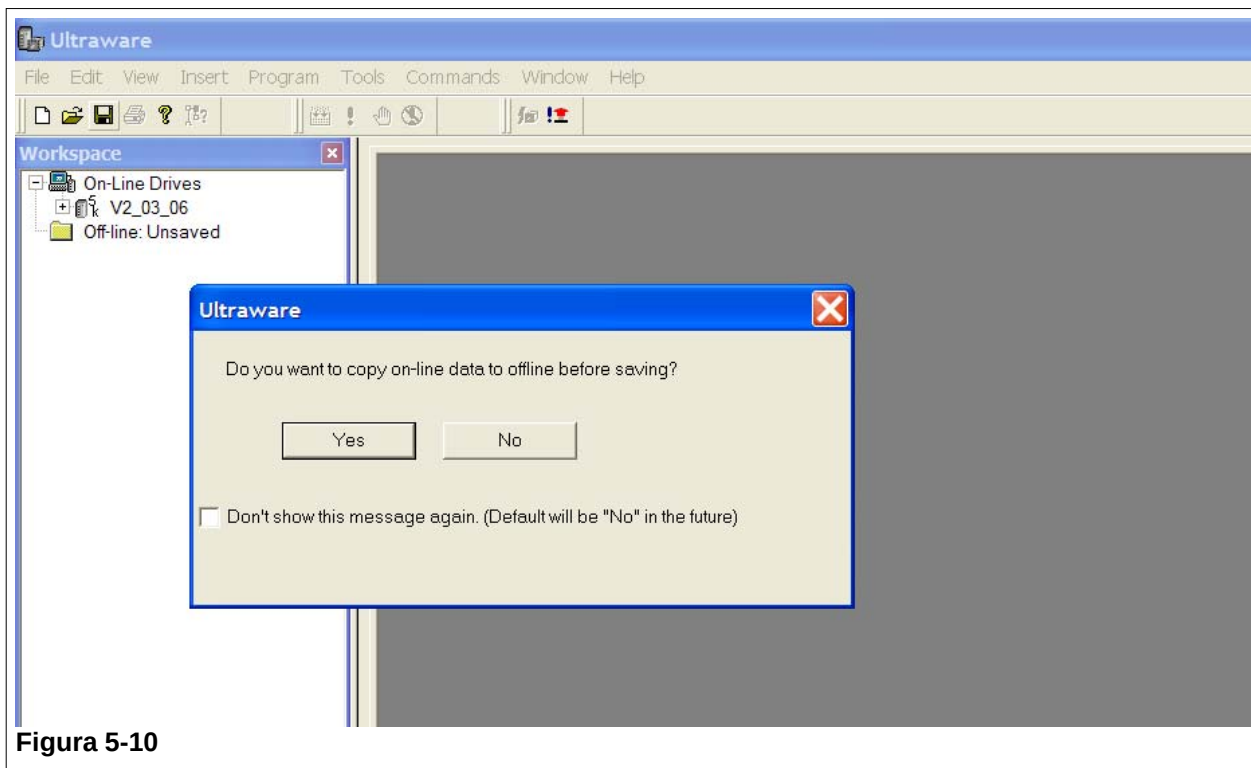

Figura 5-10
- Fase 7. Comparirà una finestra di conferma. (Figura 5-10)